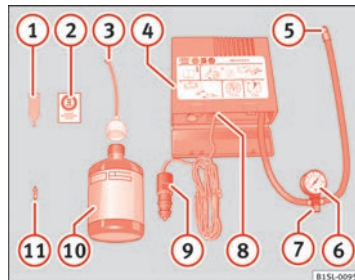

Fig. 148 Representação standard: Conteúdo do kit anti-furos.
O kit de desmanagem está localizado no porta-bagagens, por baixo do revestimento do piso. Inclui os seguintes componentes → Fig. 148:
10. Cole o autocolante ⇒ Fig. 148 2 do kit anti-furos num lugar visível do painel de instrumentos.
- Desenrosque o obus de válvula com a ferramenta correspondente ⇒ Fig. 148 1 e coloque-o sobre uma superfície limpa.
- Agitar bem o frasco de vedante de pneus ⇒ Fig. 148 10 durante alguns segundos.
- Enrosque firmemente o tubo de enchimento ⇒ Fig. 148 3 no frasco de vedante no sentido dos ponteiros do relógio. O selo do bocal do frasco é automaticamente traspassado.
- Remova o tampão do tubo de enchimento ⇒ Fig. 148 3 e enrosque a extremidade aberta do tubo na válvula do pneu.
- Volte a enroscar o obus de válvula com a ferramenta correspondente ⇒ Fig. 148 1 na válvula do pneu.
- Enroscar de forma fixa o tubo de enchimento do pneu ⇒ Fig. 148 (5) do compressor na válvula do pneu.
- Verifique se o parafuso de evacuação de ar ⇒ Fig. 148 (7) está enroscado.
- Coloque a ligação ⇒ Fig. 148 (9) numa tomada de 12 volts do veículo ⇒ Página 124.
- Ligue o compressor com o interruptor ON/OFF ⇒ Fig. 148 (8).
Volte a enroscar o tubo de enchimento ⇒ Fig. 148 (5) e verifique a pressão no manómetro (6).